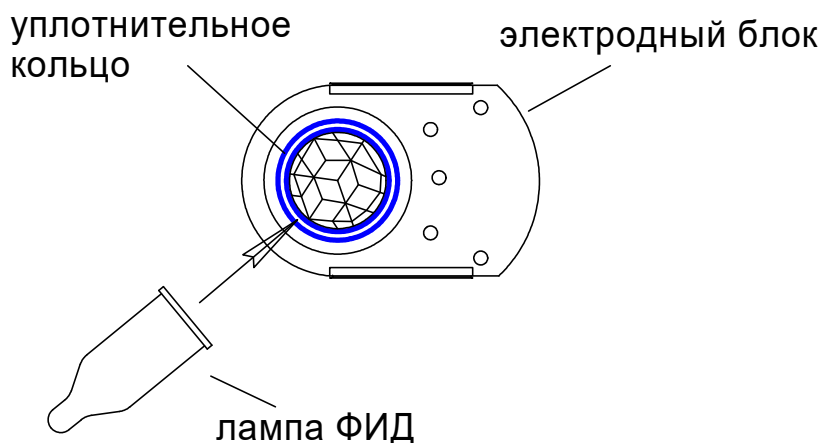

Рисунок 4.4 – Установка лампы ФИД
- о вставить лампу в уплотнительное кольцо электродного блока (см. рисунок 4.4) вращательным движением до плотного прилегания окна лампы к аноду электродного блока, при этом лампа должна свободно опираться на уплотнительное кольцо;